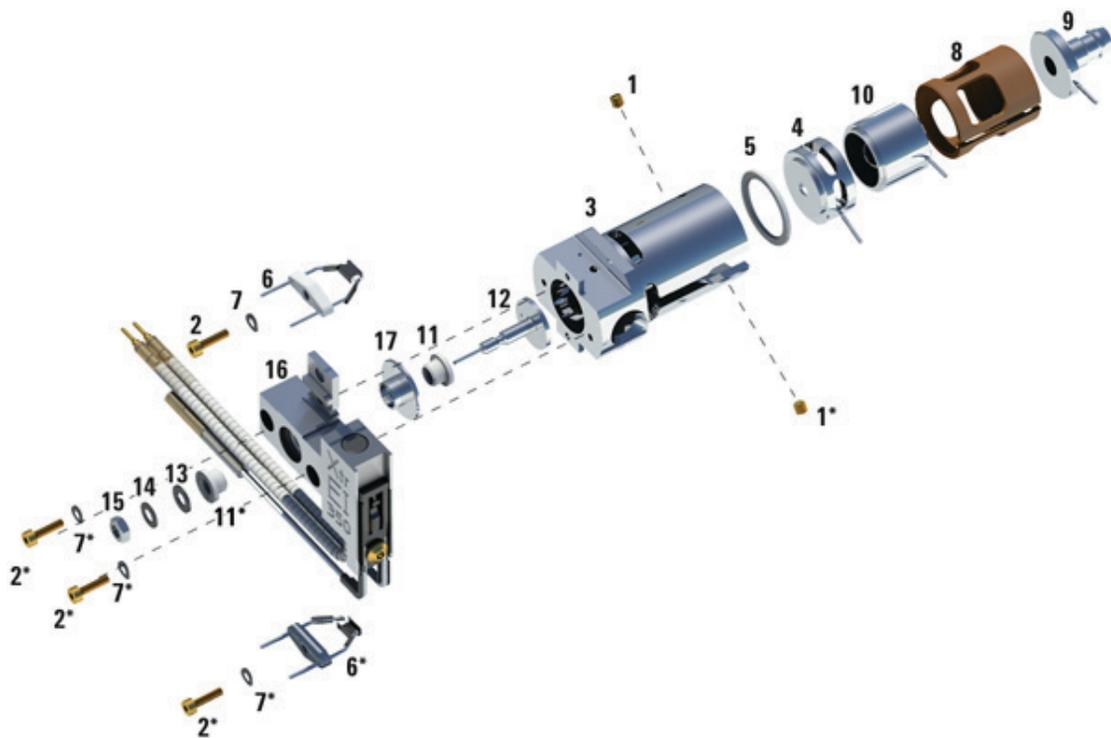

Figura 16 Desmontaje de la fuente El extractora
- 2 Retire los dos tornillos chapados en oro y separe los filamentos de la fuente; a continuación, quite los filamentos. Consulte la sección Figura 16 en la página 137.
Tabla 25 Lista de piezas de la fuente de iones extractora Figura 16
Tabla 25 Lista de piezas de la fuente de iones extractora Figura 16 (continuación)